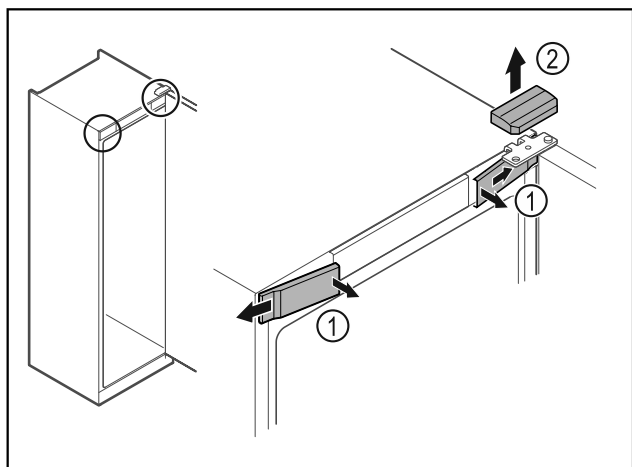

Fig. 17
- Klik de forreste indvendige afdækninger Fig. 17 (1) ud, og tag dem af i siden.
- Tag den øverste afdækning Fig. 17 (2) af opefter.